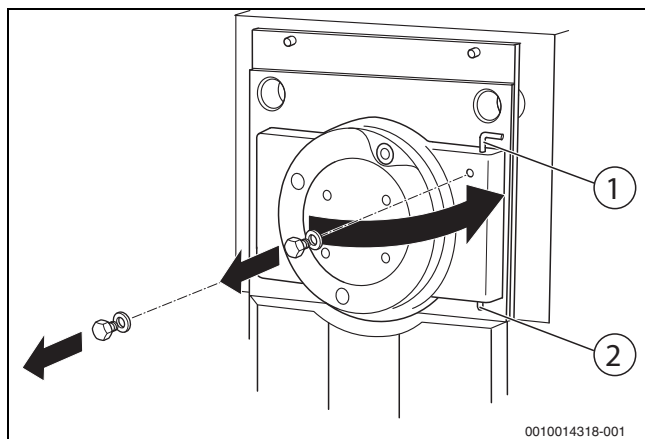

Bild 23 Feuerraumtür öffnen
- Scharnierbolzen [1] (→ Bild 23, Seite 27) aus der Scharnierbohrung herausziehen.